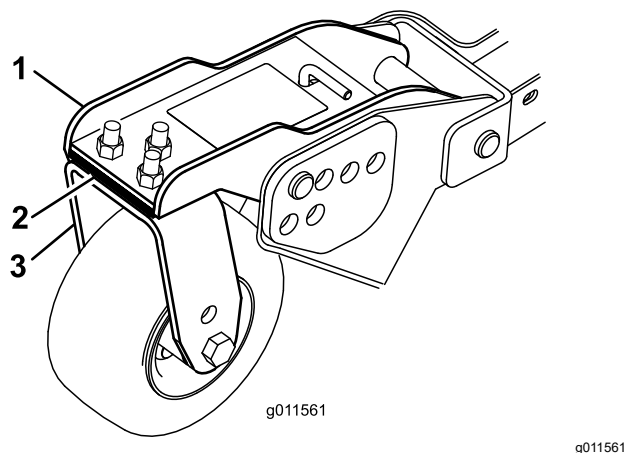

Bild 30
3. Stellen Sie die Beilagscheiben (3 mm) an den vorderen Laufradgabeln auf die entsprechende Schnitthöhe auf dem Aufkleber ein (Bild 30).
Kante des Frontmähwerks zu hoch ist, entfernen Sie eine Beilagscheibe (3 mm) von der Unterseite des vorderen inneren Laufradarms am Mähwerk (Bild 30).